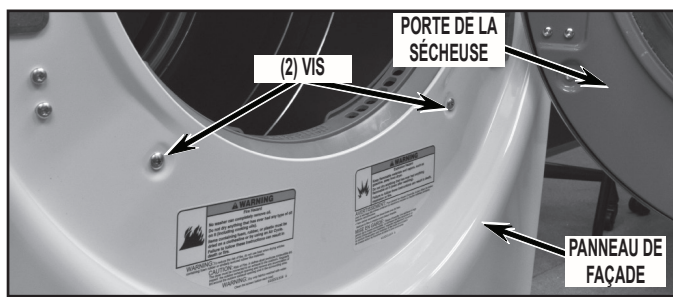

FIGURE 5
6. Entreprendre la dépose du panneau de façade – ouvrir la porte et ôter les deux (2) vis identifiées à la *Figure 5*.